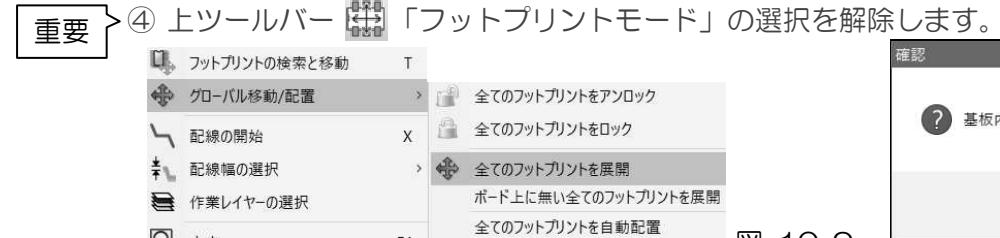

図 10-9
(9) フットプリントの展開
① 上ツールバー 「フットプリントモード」を選択します。
② 図面の中で右クリックし表示されたメニューの「グローバル移動/配置」を選択します。図 10-9
③ 「すべてのフットプリントを展開」を選択→確認ダイアログの[はい]をクリックします。